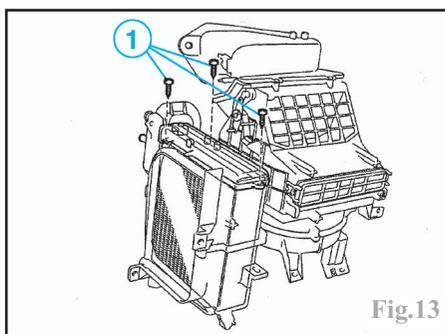

Fig.13
Déposer les vis (1) de fixation du couvercle d'évaporateur (Fig.13).